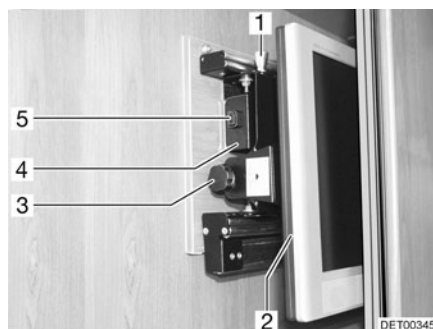

Fig. 65 Armario de TV
- Presionar el botón de desbloqueo (Fig. 65,5) y tirar el soporte para la pantalla plana hacia adelante hasta el tope agarrándolo del tirador (Fig. 65,4).
- Tirar del botón de desbloqueo (Fig. 65,1) y girar la pantalla plana (Fig. 65,2) a la posición deseada.
- Aflojar el tornillo moleteado (Fig. 65,3).